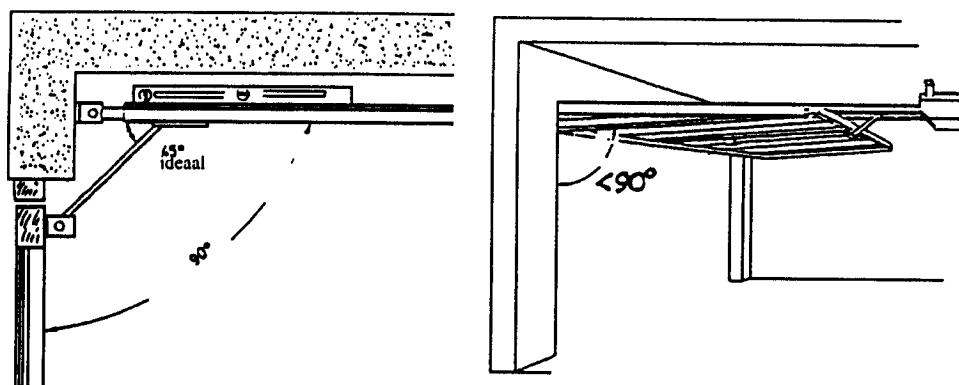

Fig. 2
Probeer de verticale afstand tussen het laagste punt van de rail en het bovenste gedeelte van de poort zo te houden dat de meeneemarm (tussen poort en loopwagentje) onder een hoek van 45° kan geplaatst worden. Ideale situatie voorgesteld in fig. 2.
- Monteer de 4 metalen bevestigingsbeugels op de motor, met behulp van de 4 schroeven M 8 x 20. Breng de motor naar het plafond toe en bevestig de montagebeugels met behulp van de schroeven diam. 8 mm (zie fig. 2).